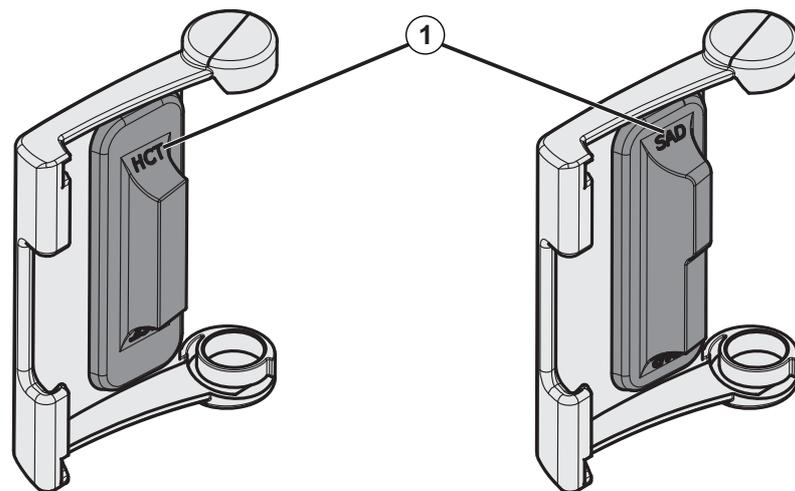

Abb. 7-20 Typenmarkierung auf den Klappen des SAD und HCT-Sensors
Stellen Sie beim Wiederanbringen der Klappen des SAD und des HCT-Sensors nach der Reinigung sicher, dass die Klappen nicht vertauscht werden! Die Klappen sind auf der Rückseite mit *SAD* und *HCT* gekennzeichnet (siehe Abb. 7-20, ①).